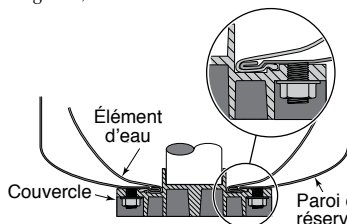

Figure 5 – Diaphragme bien posé et reposant bien
11. Nettoyer la surface d'étanchéité et la gorge de la bride du couvercle; la mettre sur le réservoir (voir la Figure 5).